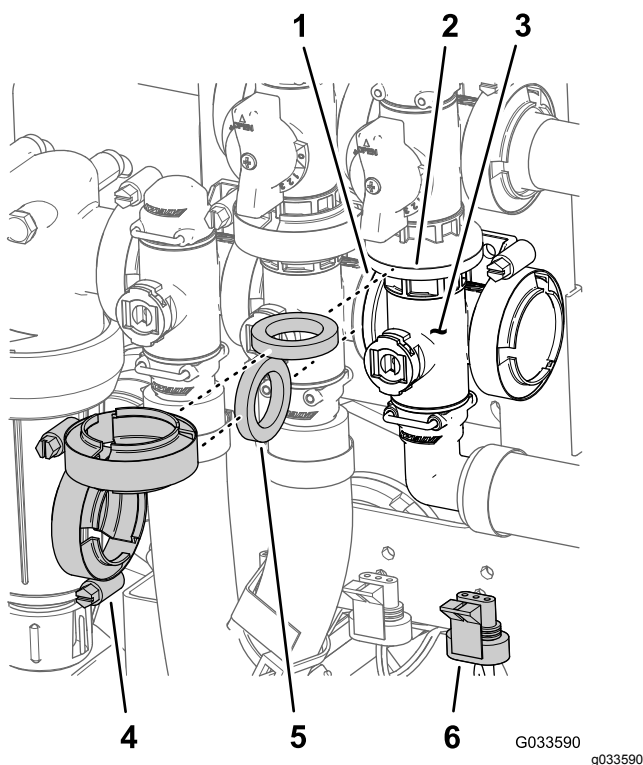

Рисунок 117
1. Снимите фланцевые хомуты и прокладки крепления коллектора главного клапана стрелы (Рисунок 117) к главному клапану перепуска стрелы, клапану перемешивания и прямоугольному фланцевому угловому штуцеру (на конце шланга расходомера).